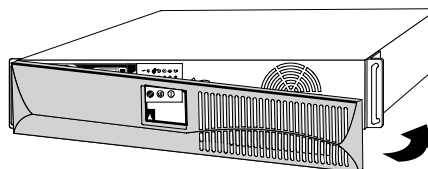

Figura 3. Reinstallazione del Coperchio Frontale
4. Reinstallare il coperchio frontale dell'UPS (vedere la Figura 3).